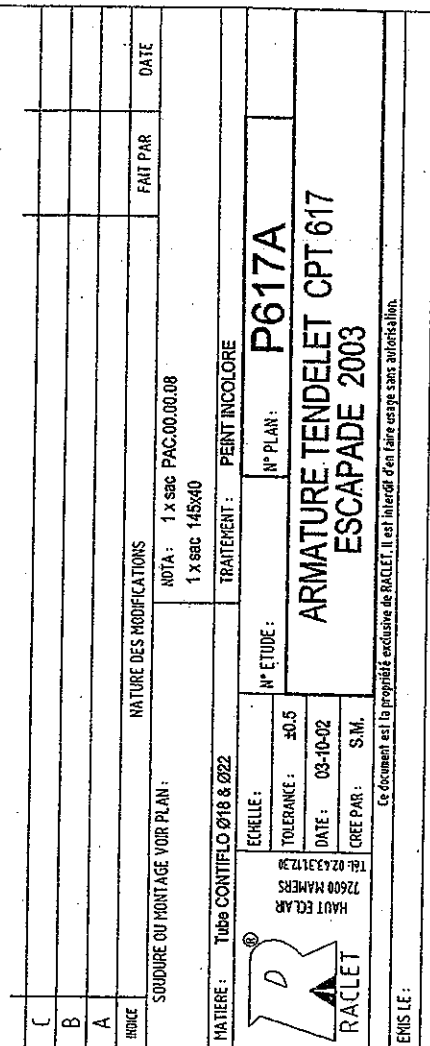

FIG.1
- 1 - Dételer et amener la remorque en position (fig 1).